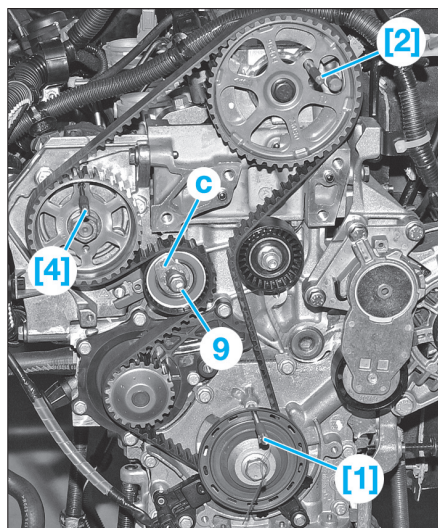

Fig. 12a
- Déposer la vis (3) de l'équerre antidécalage.
- À l'aide de l'outil [2], pincer la poulie d'arbre à cames (Fig.12a).
- le support moteur supérieur droit (7),
- les vis de fixation (4) du support intermédiaire supérieur droit,
- le support moteur intermédiaire supérieur droit (6).
- Desserrer la vis de fixation (9) du galet tendeur en retenant sa détente à l'aide d'une clé six pans (c) (Fig.12a).